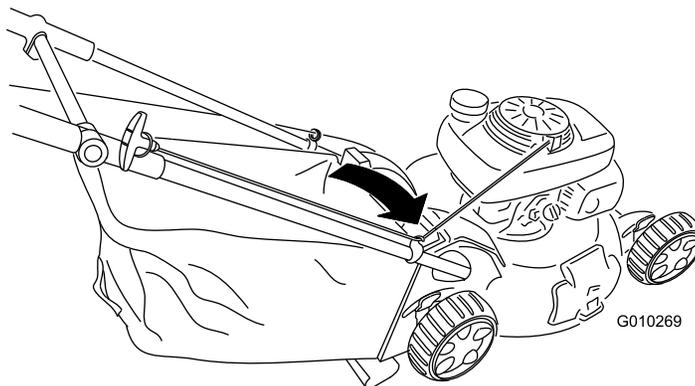

Figura 27
1. Avvolgete il cavo di avviamento attorno al guidacavo inferiore (Figura 27).